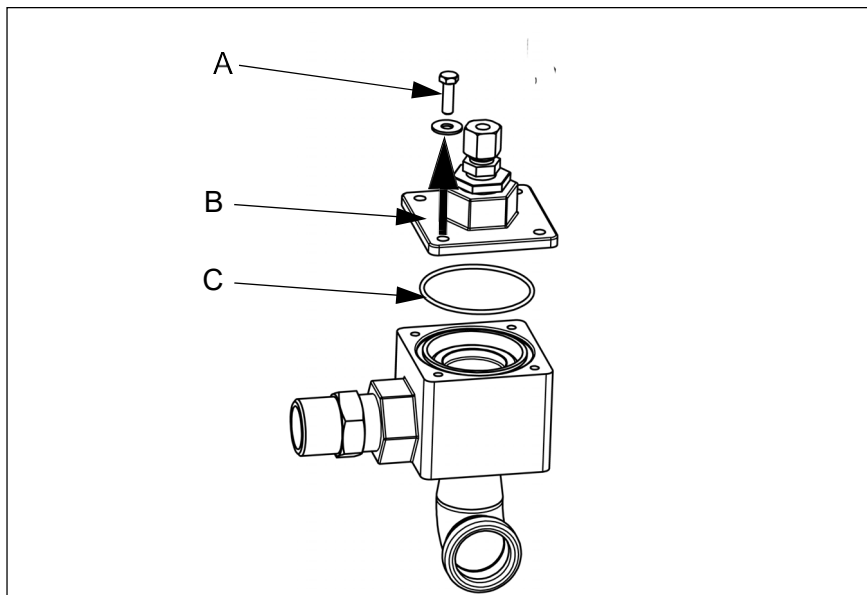

Fig. 14:
2. Retire el muelle de compresión (3, Fig. 14) y el pistón (2, Fig. 14).
1. Afloje los tornillos de cabeza hexagonal (A, Fig. 14).
2. Retire la cubierta de la válvula SEV (B, Fig. 14).
3. Retire la junta tórica (C, Fig. 14) y limpie todas las superficies.